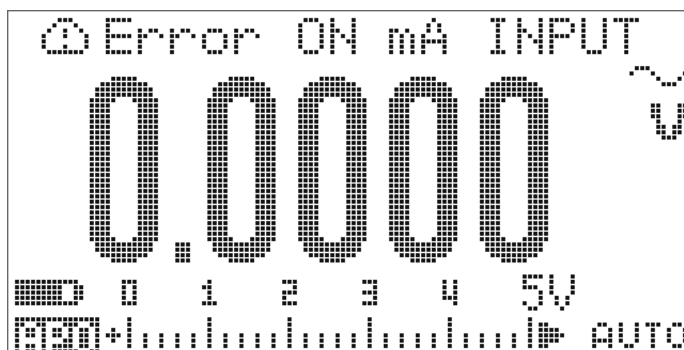

図 6-3 充電端子のエラー・メッセージ
**CHG** 端子に 5 V より大きい電圧レベルを供給します。**Error ON mA INPUT** というエラー・メッセージ (図 6-3 を参照) がセカンダリ・ディスプレイに表示され、正のリードを **CHG** 端子から取り外すまでビープ音が鳴り続けます。